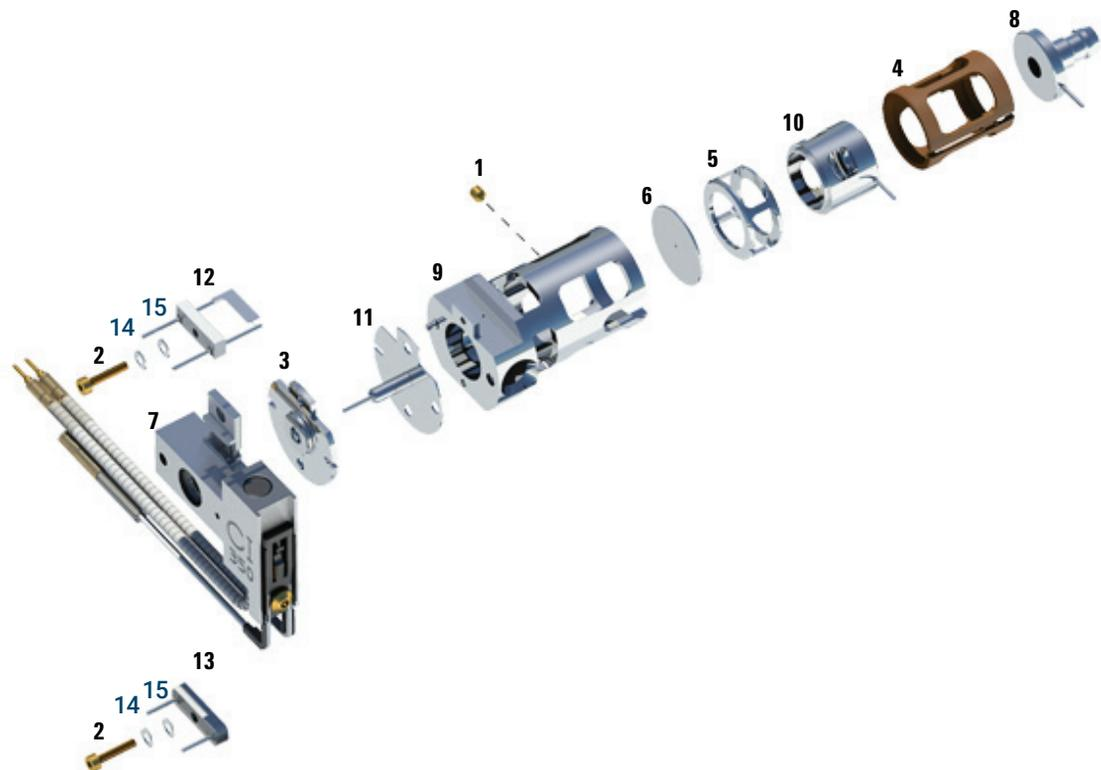

Figura 87. Desmontaje de la fuente CI
Consulte el plano de despiece y la lista de piezas de la fuente CI a la hora de llevar a cabo este procedimiento. (Consulte la **Figura 87** y la **Tabla 24** en la página 289).
- 3 Separe el conjunto del calentador de la fuente del cuerpo de la fuente. El conjunto del calentador de la fuente incluye el calentador de la fuente, el repulsor y las piezas relacionadas. (Consulte la **Figura 87** y la **Tabla 24** en la página 289).
- 4 Desmonte el conjunto del repulsor al quitar el aislante cerámico del repulsor. (Consulte la **Figura 87** en la página 289).
- 6 Retire las lentes del cuerpo de la fuente y separe el aislante de las lentes, las lentes de enfoque iónico, el cilindro de descarga, la lente de descarga y la lente de entrada. (Consulte la **Figura 87** en la página 289).
Tabla 24 Lista de piezas de la fuente CI (Figura 87)
Tabla 24 Lista de piezas de la fuente CI (Figura 87) (continuación)